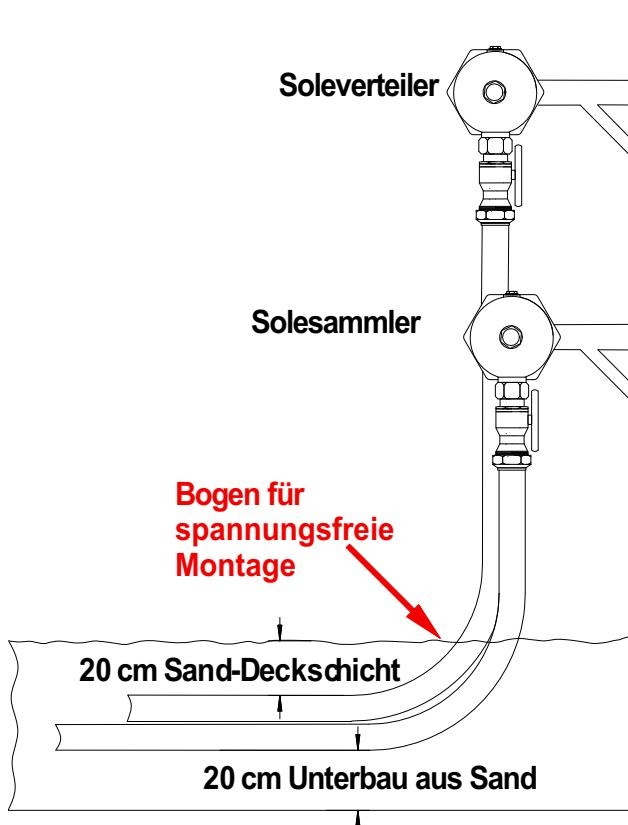
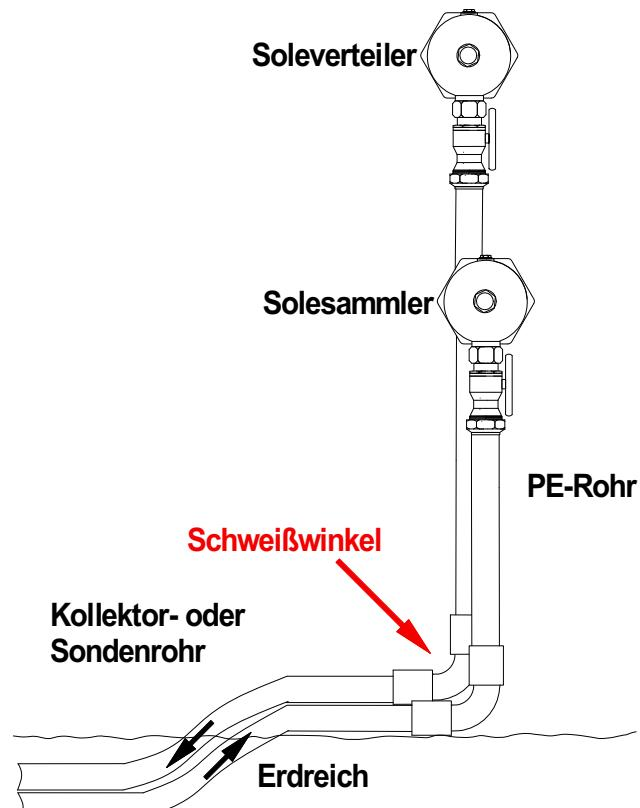

Abb. 5.5: Montage der Rohrleitungen am Soleverteiler
Abb. 5.6: Montage der Rohrleitungen mit Schweißwinkel am Soleverteiler
- Bei der Schachtmontage wird empfohlen die Kollektor- bzw. Sondenrohre im Erdreich mit einer ca. 20 cm starken Sandschicht zu überdecken bzw. zu unterbauen (Abb. 5.5 auf S. 6). Wird ein Bogen zur Kompensierung der Längenausdehnungen angeschweißt sollte sich dieser hier über Erdgleiche befinden (Abb. 5.6 auf S. 6)!!